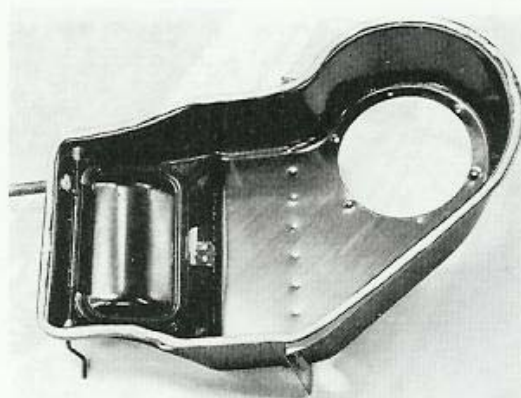

Bild 67. Kittning av bilvärmarens skarv
3. Ersätt saknat kitt med nytt. Detta läggs i skarven mellan de bägge halvorna innan värmaren skruvas ihop (bild 67).